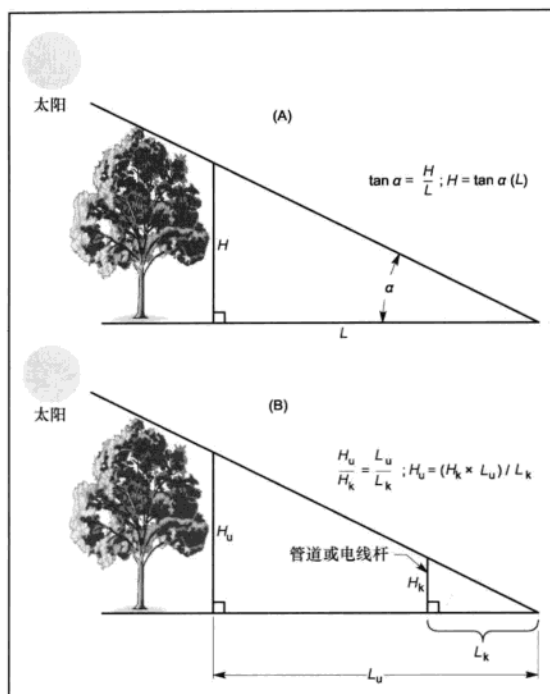

图 10.22 如 (A) 所示, 利用太阳角位角度可以轻松测量物体未知高度。同样, 如 (B) 所示, 通过对比已知高度的物体影长和未知高度物体影长来计算高度。注意, 管子的影子不应该在树影里面, 它们显示成图上的样子只是为了做图方便。两种影子的测量需要同时进行。当不能很快获得太阳角数据时可以采用这种方法。
第二种方法需要一个已知高度的建筑物, 例如一根管子或者旗杆。把管子垂直于地面安装 (或找一个人帮忙扶着), 安装时应该使用一个水准仪或者铅垂。现在简单地测量一下已知建筑物 (管子) 和待测建筑物的影子。一定要尽可能同时的测量这两种数据。未知建筑物的高度现在可以用两个相似三角型的三角函数确定, 如图 10.22 (B) 所示。